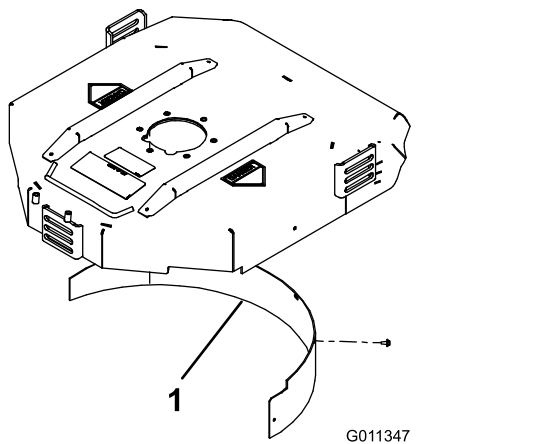

图 6
- 将碎草隔板装入后开口内并使用 5 个凸缘头螺栓进行固定(图 6)。